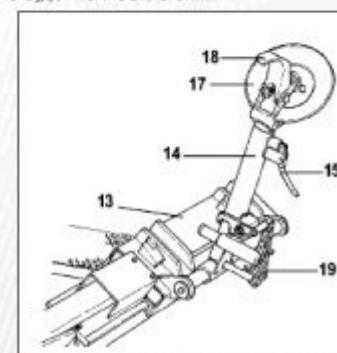

Рисунок 22
- 3) Убедитесь в том, что съемный рычаг находится с боковой стороны колеса. Если нет, нажмите на рычаг 19 (рис.22) и поверните его на 180°.
- 1) Установите кронштейн съемного рычага 14 (рис.22) в не рабочее положение. Подведите его к внешней стороне колеса и установите рычаг.
- 2) Вращайте колесо и одновременно вставляйте съемный рычаг 18 (рис.22) между ободом и бортиком, пока он не зафиксируется в этом положении.
- 7) Убедитесь в том, что съемный рычаг установлен на боковой стороне колеса. Если нет, нажмите на рычаг 19 (рис.22) и поверните его на 180°.
- 12) Рукояткой 19 (рис.22) поверните съемный рычаг на 180°.
21) Установите кронштейн съемного рычага 14 (рис.22) в рабочее положение.
3) Опустите кронштейн зажимного устройства 14 (рис.22), пока оно не зафиксируется в нужном положении.
8) Отведите кронштейн съемного рычага 14 (рис.22) от обода. Отпустите рукоятку и установите кронштейн в не рабочее положение.
9) Нажмите на рычаг 19 (рис.22) и поверните лапку съемного рычага на 180°, которая при этом автоматически зафиксируется. Установите кронштейн в рабочее положение.